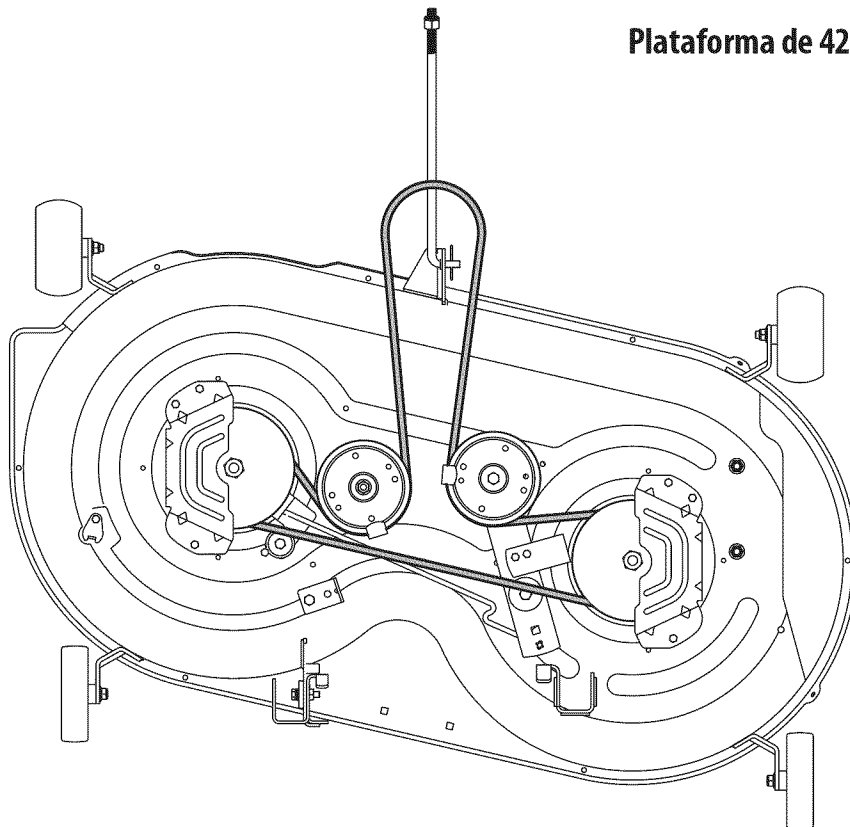

Figura 7-11
10. Vuelva a instalar la cubierta, asegurándose de que la cinta sigue siendo derrotados en las poleas con las instrucciones. Véase la Figura 7-11.